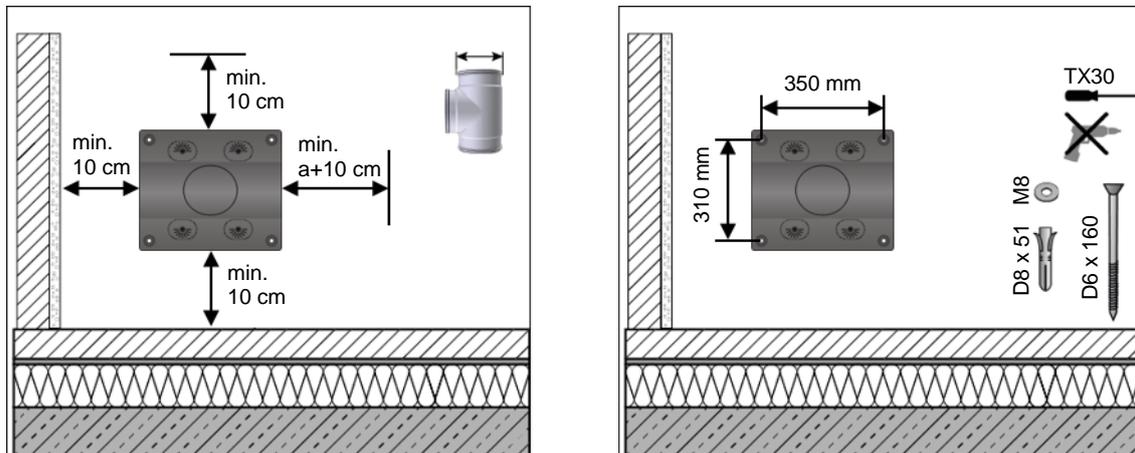

Abb. 22 Wandmontage Luftverteiler (links: Mindestabstände; rechts: Bohrungsabstände)
- Halten Sie die in Abb. 22 dargestellten Abstände zu Wänden, Decken und Böden ein. Der Abstand „a“ entspricht dem benötigten Durchmesser der Anschlussleitung (z.B. T-Stück).